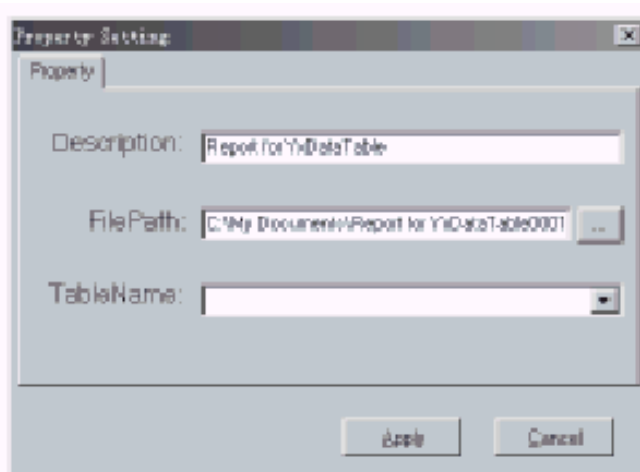

Fig. 8-26 Cuadro de Diálogo de Modificación de Propiedades
2.3 Modificación de las propiedades de las opciones de listado. Primero seleccione la opción de listado a modificar y haga clic con **el botón derecho del mouse**. Se mostrará el cuadro de diálogo de la Fig. 8-23. Seleccione la opción **Property function**, se mostrará el cuadro de diálogo de la Fig. 8-26. En el mismo modifique la descripción y trayecto del archivo y haga clic en **Apply**. Así completará la modificación.
2.3 Modificación de propiedades de la opción de listado. Primero seleccione la **opción de listado** a modificar y luego haga clic con el **botón derecho del mouse**. Se mostrará el cuadro de diálogo de la Fig. 8-23. Seleccione la opción **Property function**, luego se mostrará el cuadro de diálogo de la Fig. 8-26. En este cuadro modifique la descripción y el trayecto de archivo y luego haga clic en **Apply**. Así se completará la modificación.